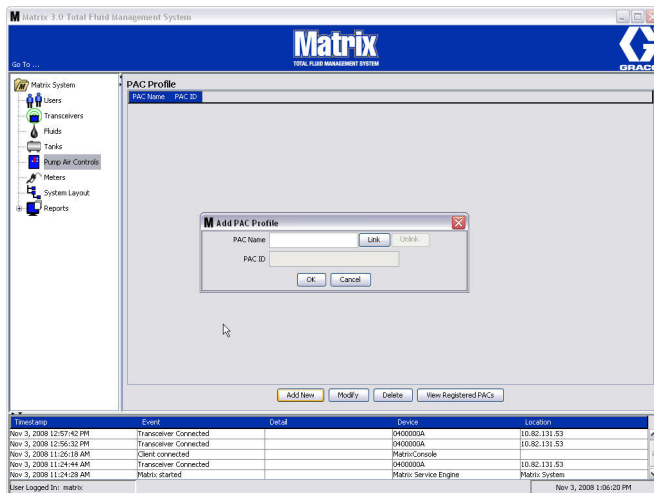

Рис. 80
3. Появится окно «Add PAC Profile» [Добавить профиль регулятора пневматического насоса] (Рис. 80. В этом окне можно назвать регулятор в поле «PAC Name» [Имя регулятора]. После указания имени регулятора нажмите кнопку «ОК» [OK], чтобы закрыть окно и сохранить изменения.